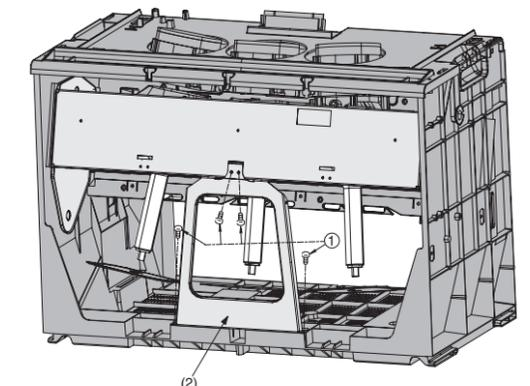

Fig. 5
- Remove the screws (1) and the reinforcement part (2) (Fig. 5) from the Kit Box.
- Retirer les vis (1) et le raidisseur métal (2) du kit Box (Fig.5).
- Rimuovere le viti (1) e il supporto (2) (fig5) dal Kit Box.
- Quitar los tornillos (1) y el refuerzo (2) (Fig. 5) de la caja soporte